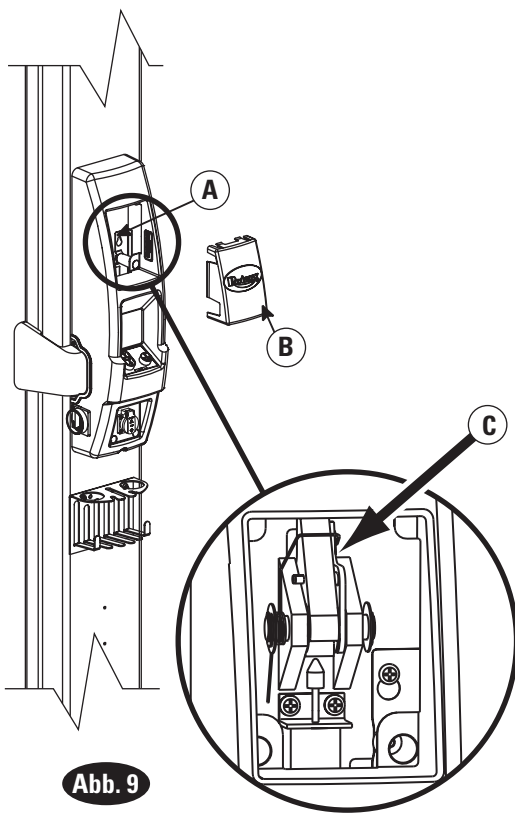
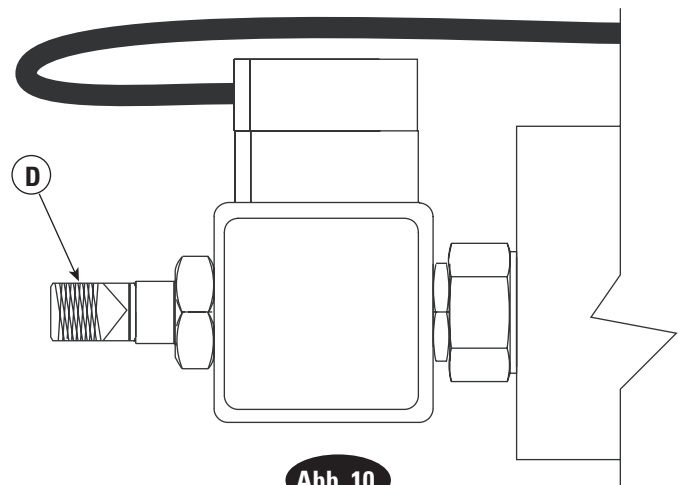

Abb. 9
Abb. 10
3. Entfernen Sie die Abdeckung des Bedienfelds und ziehen Sie die Sperrklinke zurück, Abb. 9. Falls Sie diese nicht manuell zurückziehen können, ist die Klinke noch eingerastet. Schritt 2 wiederholen, bis Sperre nicht mehr eingerastet ist.
8. Deckel des Absenkventils an Stromversorgungseinheit entfernen und drehen und ziehen, um Hebebühne abzusenken (Abb. 10). Die Hebebühne senkt sich langsam ab. Deckel des Absenkventils wieder aufsetzen, wenn die Hebebühne abgesenkt ist.
Detail Abb. 9/Abb. 10